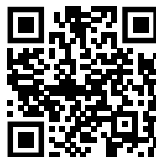

Fig. 125
- Abrir el Liebherr SmartMonitoring Dashboard. (consulte Fig. 125).